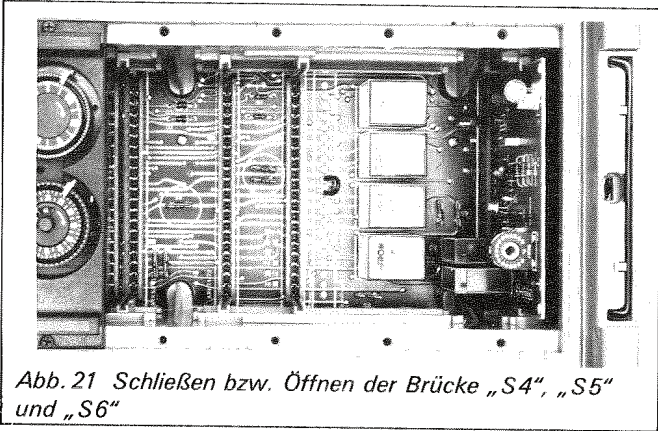

Abb. 21 Schließen bzw. Öffnen der Brücke „S4“, „S5“ und „S6“
5. Auf der Grundleiterplatte (Abb. 21) der Pentamatik-K befindet sich zwischen den Steckleisten der beiden Verstärkerleiterplatten die Brücke „S6“. Diese Brücke muß geöffnet werden.
6. Zwischen den Steckleisten der rechten Verstärkerleiter-platte und der Sollwertleiterplatte befinden sich die Brücken „S4“ und „S5“. Die Brücke „S4“ muß geöffnet und die Brücke „S5“ muß geschlossen werden (Abb. 21).